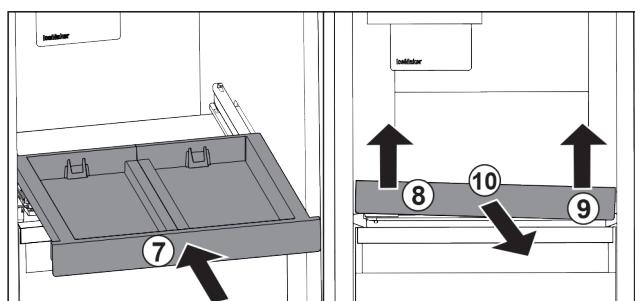

Fig. 20
- Zasuňte vysouvací příhrádku. Fig. 20 (7)
- Vysouvací příhrádku vpředu vlevo nadzvedněte. Fig. 20 (8)
- Vysouvací příhrádku vpředu vpravo nadzvedněte. Fig. 20 (9)
- Odeberte vysouvací příhrádku směrem dopředu. Fig. 20 (10)